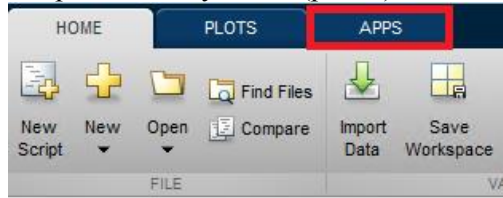

Рис. 6 Выбор вкладки APPS
- 3 Открыть окно для просмотра графиков, характеризующих показатели качества системы. Для его вызова необходимо выбрать вкладку APPS (рис. 6).